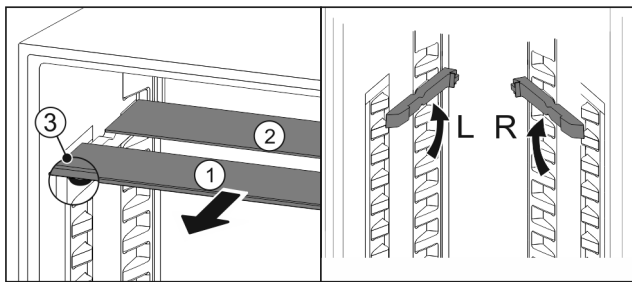

Fig. 108
- Посуньте Fig. 108 (1) скляну панель вперед.
- Скляна панель Fig. 108 (1) з декоративною планкою лежить спереду.
- Стопори Fig. 108 (3) показують вниз.